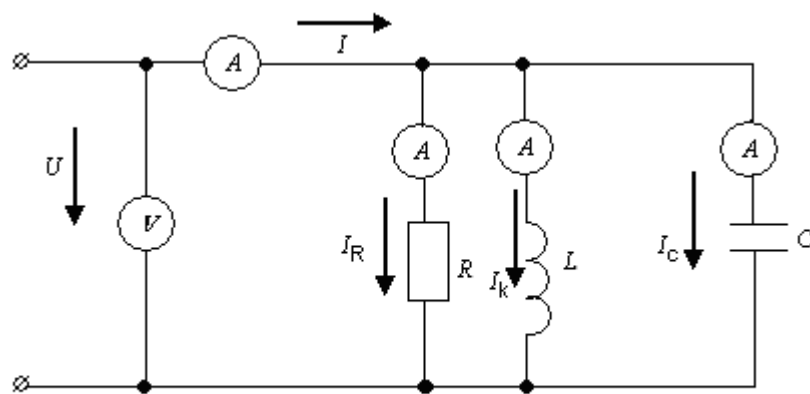

Рисунок 3.2
3) Записать уравнение по первому закону Кирхгофа в комплексной форме и для действующих значений параллельного соединения  $R, L, C$  элементов (рисунок 3.2)
3.2.2 Собрать цепь по схеме (рисунок 3.2). Напряжение на входе установить в пределах от 5 до 15 В, частоту источника  $f = 1 \text{ кГц}$ . Активное сопротивление  $R_1 = 50 \div 200 \text{ Ом}$ ; индуктивность катушки  $L = 10 \div 30 \text{ мГн}$ , емкость  $C = 1 \div 3 \text{ мкФ}$ . Измерить ток и напряжения на всех элементах, а также активное сопротивление катушки индуктивности  $R_K$ . Результаты измерений занести в таблицу 3.2.  $I_K$  – ток в ветви с катушкой индуктивности.
3.3.2 Используя данные таблицы 3.2, построить векторную диаграмму напряжений и токов для схемы (рисунок 3.2). По векторной диаграмме проверить выполнение первого закона Кирхгофа.